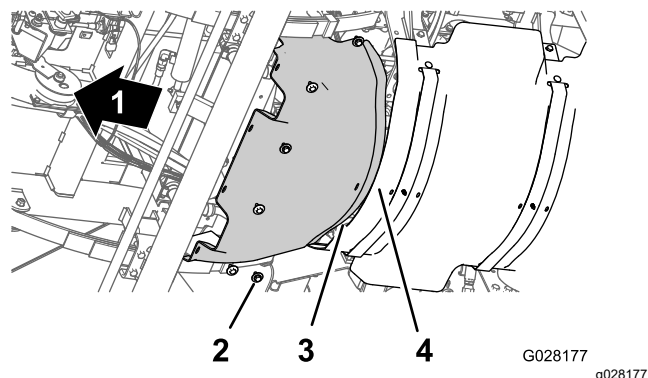

Figura 66
1. Alinhe a flange traseira da proteção térmica frontal por cima da flange dianteira da proteção térmica traseira (Figura 66).
2. Alinha os orifícios da proteção térmica frontal com os orifícios roscados no chassi (Figura 66).
3. Monte a proteção térmica frontal na máquina com os 6 parafusos de cabeça hexagonal e as 6 anilhas (Figura 66) que retirou no passo 3 de Remoção da proteção térmica dianteira \(página 56\).